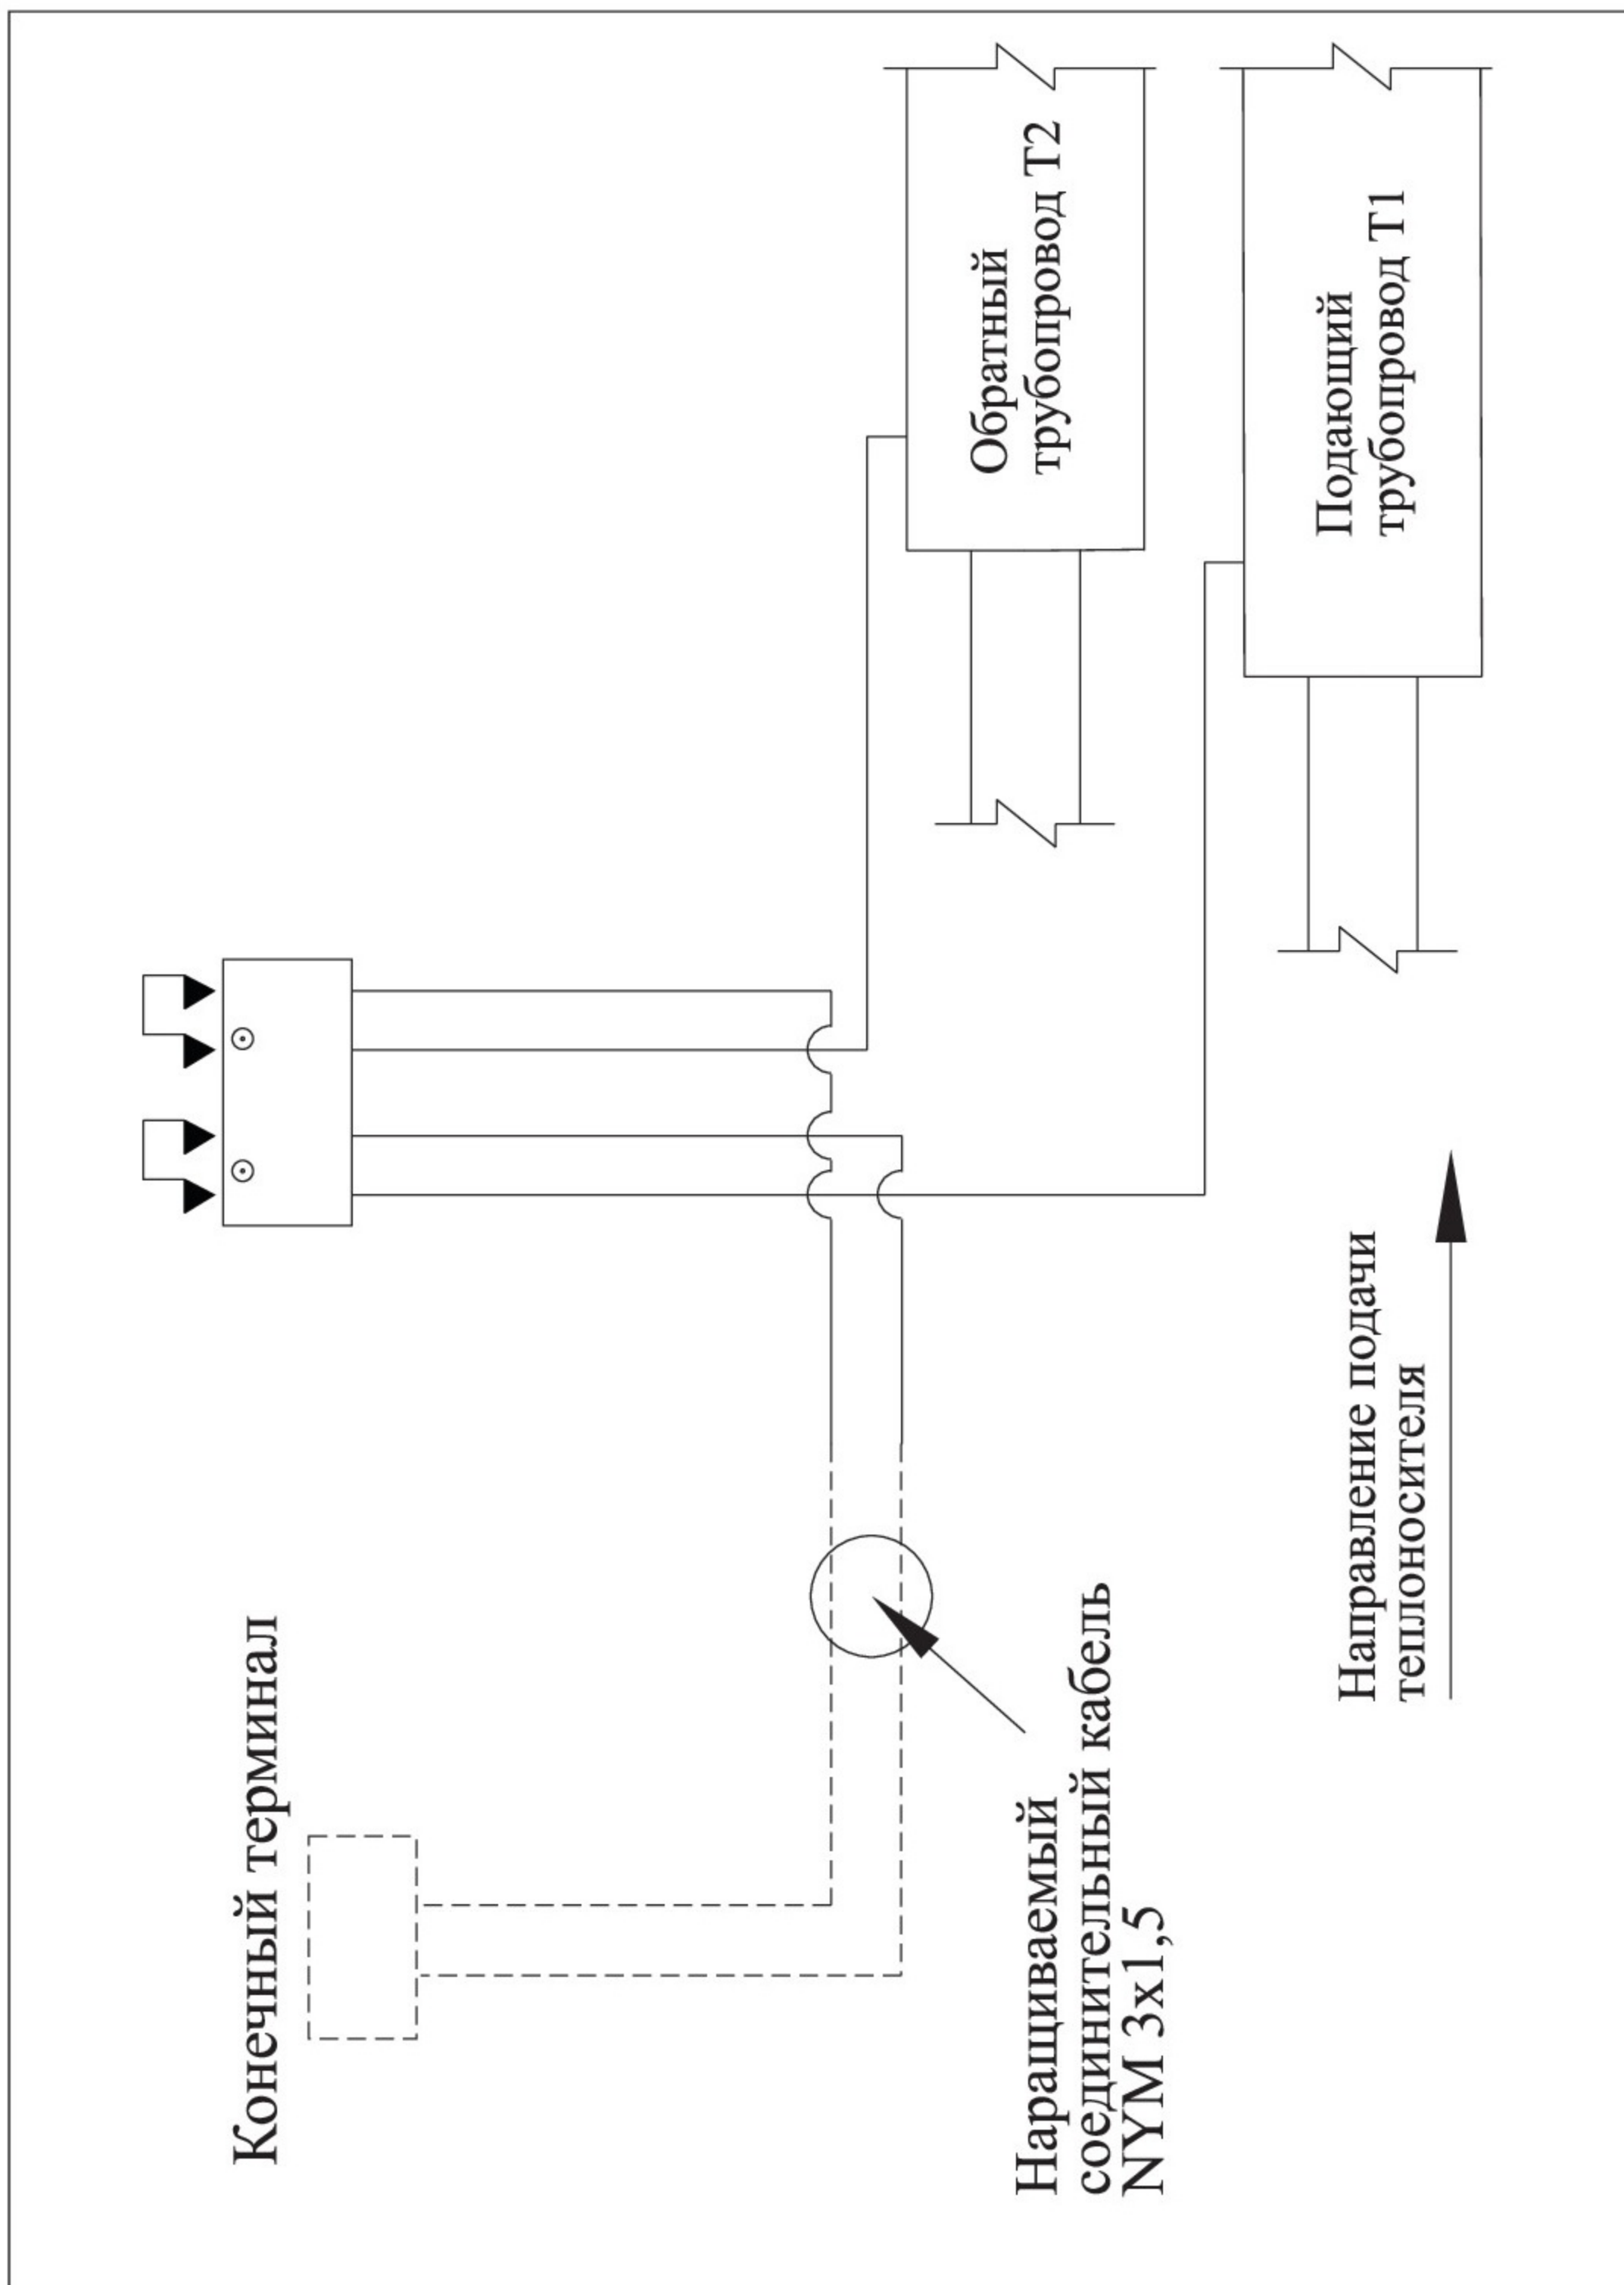

Рис. 3 Подсоединение/наращивание кабеля к двухтрубной системе ОДК
2.2. Подсоединение/наращивание кабеля к двухтрубной системе ОДК - **Рис. 3, 8.**